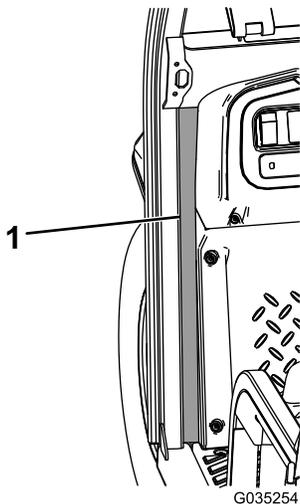

Рисунок 15
- Удалите защитные слои с самоклеящихся поверхностей правого переднего и левого переднего уплотнителей из пеноматериала и приклейте уплотнители к машине (Рисунок 15).